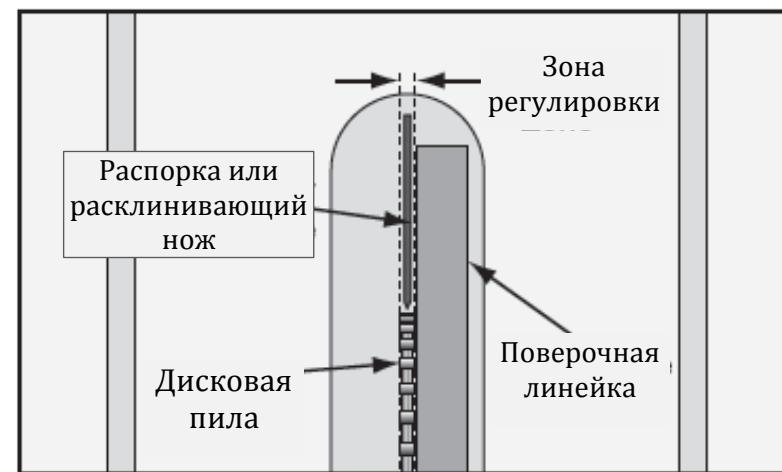

Рис. 75. Зона регулировки распорки или расклинивающего ножа
- Распорка или расклинивающий нож должен быть параллелен дисковой пиле по её длине в обоих положениях и должен находиться в зоне регулировки, как показано на рис. 75.